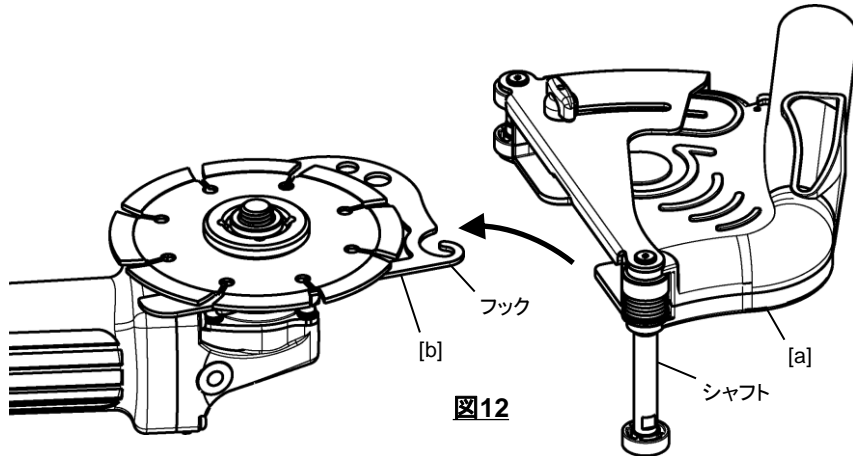

図12
8. [b] アダプタユニット先端のフックと、[a] 本体のシャフトの溝を嵌合させて下さい。(図12)